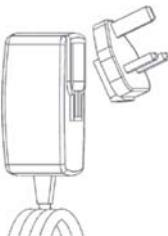

Figura 3 - Alimentación
- El cargador se suministra con un conjunto de adaptadores para su uso en diferentes países (Figura 3)